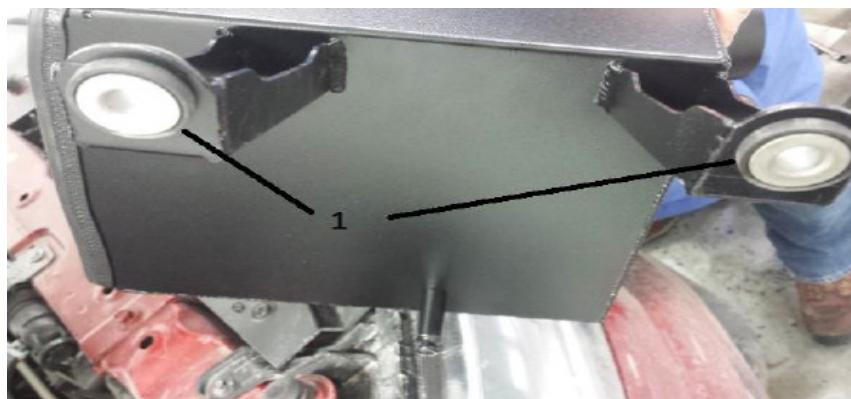

Figure 3
3. Déposer les passe-câbles en caoutchouc et les douilles-entretoises autosertissables du boîtier de boîte à air d'origine et les poser dans les pattes du nouveau boîtier (1 dans la figure 3).